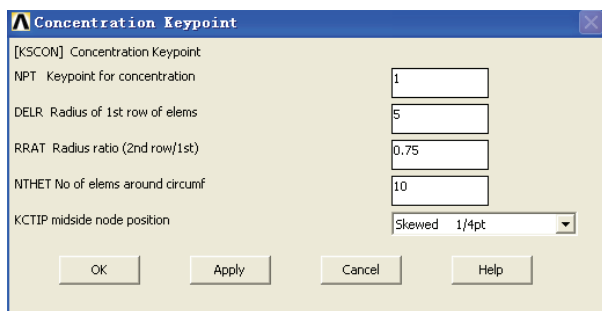

图 8-12 中心点设置对话框
10) 选择 Main Menu | Preprocessor | Meshing | Size Cntrls | Concentrat KPs | Create 命令，出现 Concentration Keypoint 拾取菜单，在输入栏中输入 1，单击 OK 按钮，出现 Concentration Keypoint 对话框，参照图 8-12 对其进行设置，单击 OK 按钮关闭该对话框。